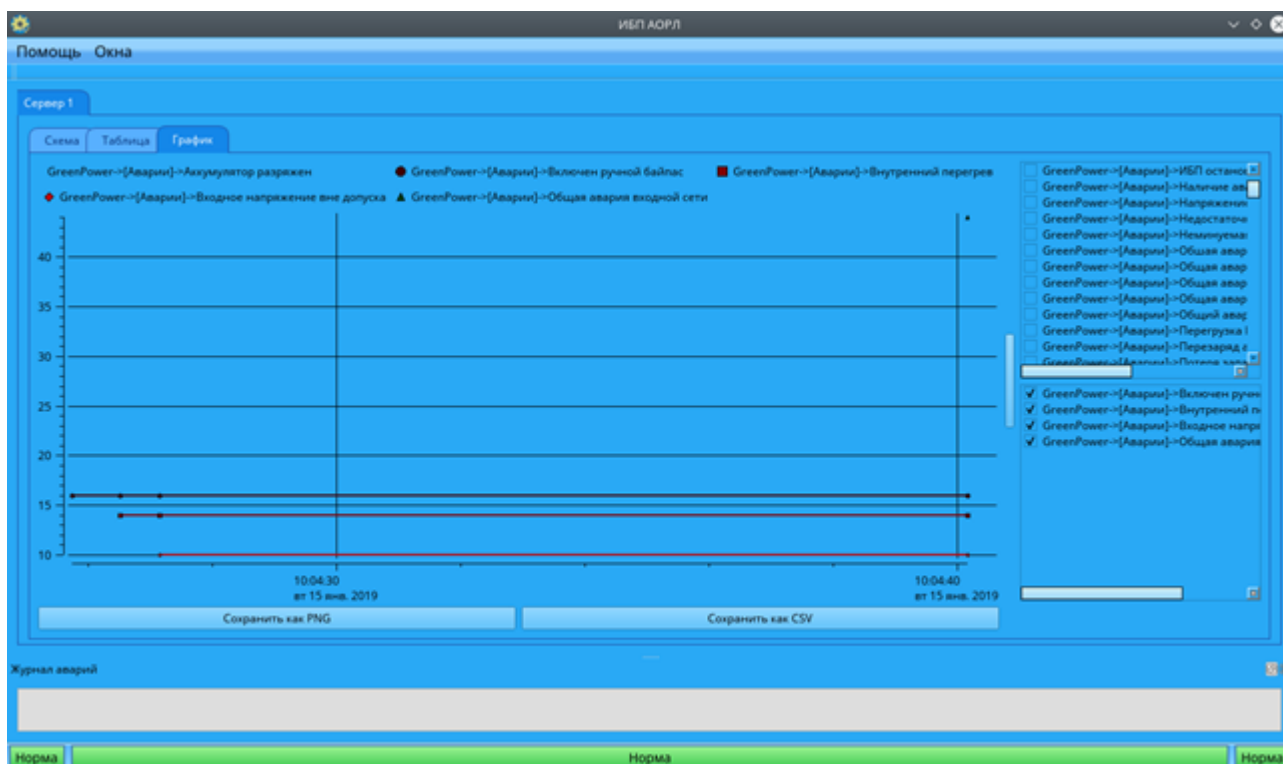

Рисунок 14. Вид вкладки «График»
3.3.5.1 На вкладке «График» (рисунок 14) выбрать параметр из списка предложенных в столбце справа.